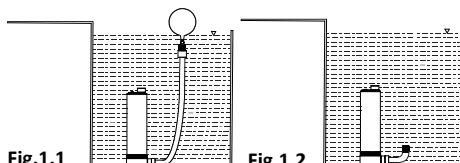

Fig.1.1
- La bomba puede instalarse en la superficie plana de un tanque con un filtro fijo o flotante (fig.1.1 / fig.1.2), de modo que la bomba no levante la materia abrasiva. No coloque una válvula de pie o no de retorno en la succion o directamente en la salida de la bomba (la válvula de retención debe instalarse encima del tanque o despues).
- La bomba no puede mantenerse suspendida. La bomba debe estar apoyada sobre la superficie plana del fondo (fig.1.1 / fig 1.2).